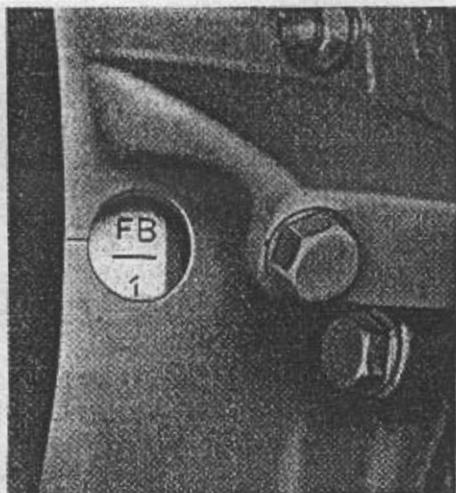

Bild 23. FB-Markierung auf Schwungrad
- e) Schwungrad langsam in Drehrichtung des Motors weiterdrehen, bis der Kraftstoffspiegel im Glasröhrchen zu steigen beginnt. Hier muß die Markierung „FB“ (Förderbeginn) des 1. Zylinders in Mitte Schauloch des Schwungradgehäuses zu sehen sein (Bild 23).